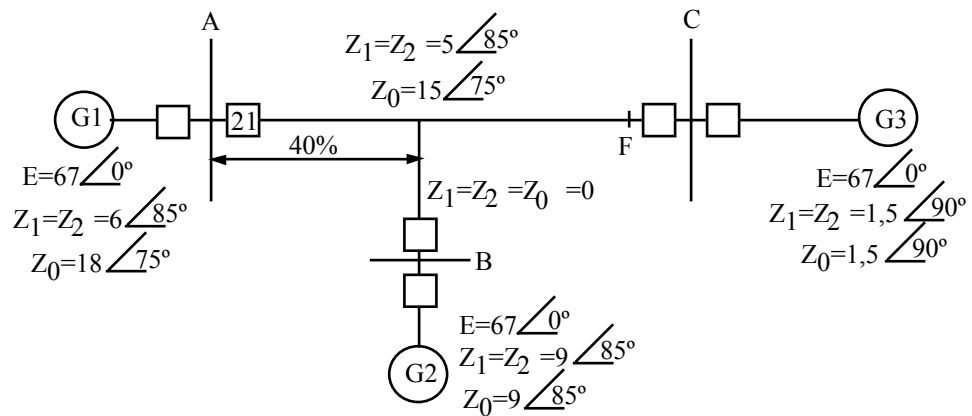

Figura 16
27. Considere el sistema de la Figura 16. Las impedancias están en ohm/fase y los voltajes de los generadores están en volt “por fase”, todos en términos secundarios. Determine la impedancia “aparente” que mide el relé de distancia 21 ubicado en la barra A cuando se tiene una falla en el punto F, al final de la línea AC, de tipo: